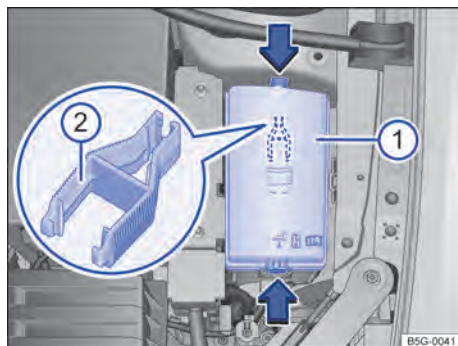

Fig. 175 No compartimento do motor: cobertura ① da caixa de fusíveis com pinça de plástico ②.
- Pressionar as travas no sentido da seta → Fig. 175 ①, para destravar a cobertura da caixa de fusíveis.
No lado interno da cobertura da caixa de fusíveis no compartimento do motor pode haver uma pinça de plástico → Fig. 175 ② para a retirada dos fusíveis.